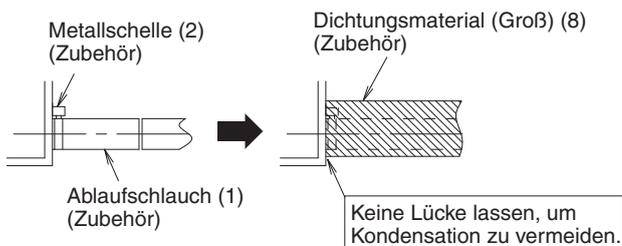
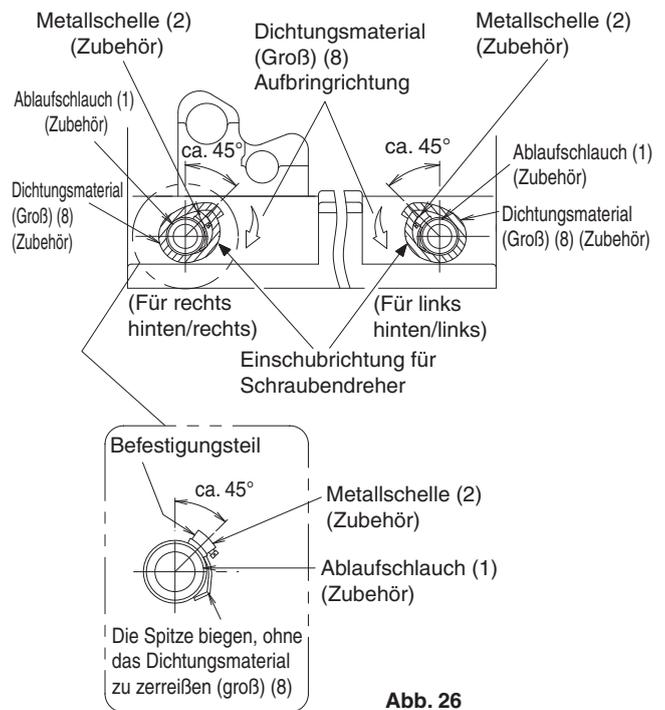

Abb. 25
Abb. 26
- Stellen Sie sicher, den beigefügten Ablaufschlauch (1) und die Metallschelle (2) zu verwenden. Setzen Sie außerdem den Ablaufschlauch (1) in das Unterteil des Ablaufstutzens ein und ziehen Sie die Metallschelle (2) unten am Ablaufstutzen fest. **(Siehe Abb. 25 und Abb. 26)**
(Die Metallschelle (2) so einbauen, dass der Befestigungsbereich sich wie in **Abb. 26** gezeigt im Bereich von etwa 45° befindet.)
- Biegen Sie das Ende der Metallschelle (2) so, dass sich das Dichtungsmaterial nicht wölbt. **(Siehe Abb. 26)**
- Wickeln Sie bei der Isolierung das Dichtungsmaterial (groß) (8), das ab der Basis der Metallschelle (2) und des Schlauchs (1) angebracht ist, in Richtung des Pfeils. **(Siehe Abb. 25 und Abb. 26)**